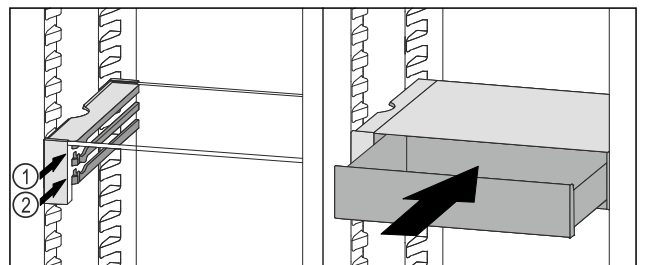

Fig. 100
- ▶ VarioSafe-lade achter de stoppers op de gewenste rib Fig. 100 (1) of Fig. 100 (2) plaatsen.